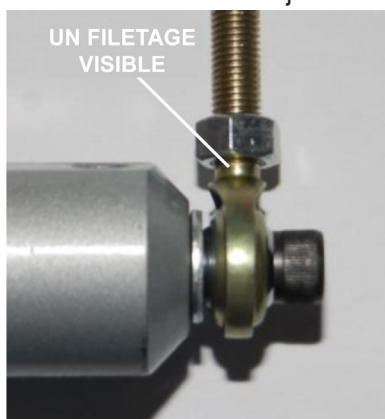

Figure 44. Filetage visible
- a. Vérifiez qu'au moins 1 filetage est visible sous le boulon inférieur sur tous les joints Heim (Figure 44).